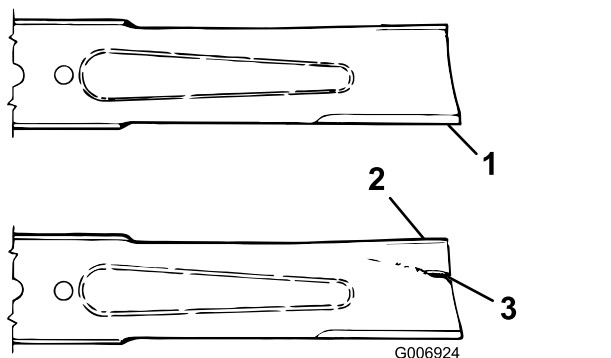

Figura 101
3. Verificare accuratamente i taglienti, con particolare attenzione ai punti d'incontro delle sezioni piatta e curva della lama (Figura 101).
4. Se riscontrate segni di usura (Figura 101), sostituite la lama; fate riferimento a Revisione della lama \(pagina 71\).
Se continuate ad usare la lama usurata, si forma una scanalatura tra la costa e la sezione piatta della lama (Figura 101). Alla fine, un pezzo di lama può staccarsi e venire lanciato dal sottoscocca, con il rischio di ferire gravemente voi o gli astanti.